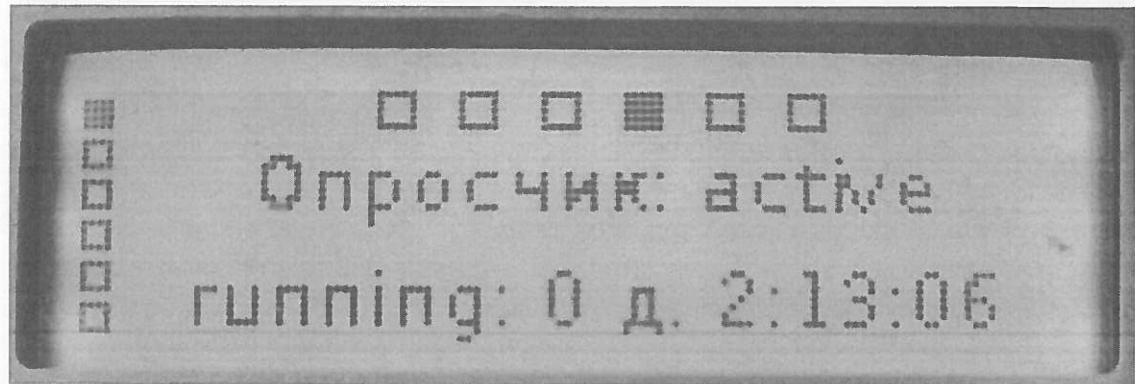

Рисунок 4.17
- отображает состояние различных частей ПО изделия (запущен, остановлен, завершился с ошибкой, перезапускается и т.д.) (рисунок 4.17).